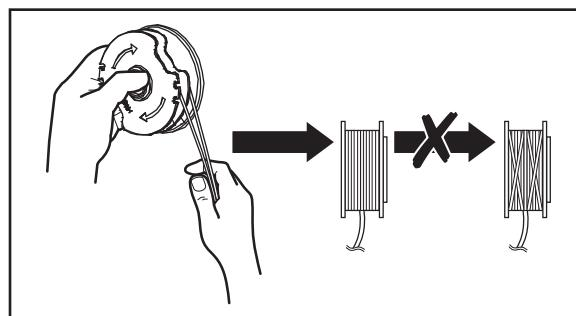

Fig. 26
- Enrouler fermement les fils de coupe sur la bobine de coupe-bordures (12c) dans le sens des flèches sur la bobine (12c) (Fig. 26).